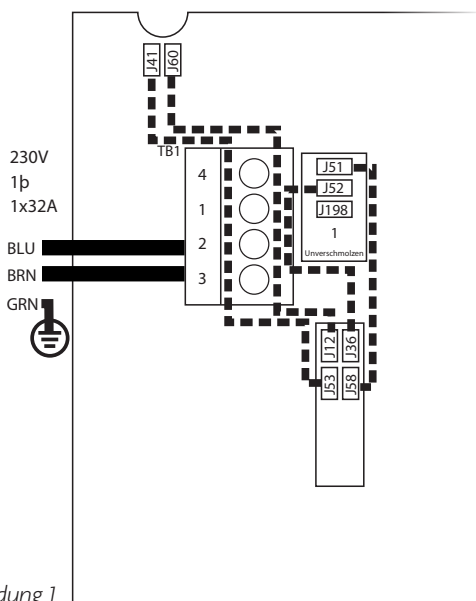

Abbildung 1
GEMÄSS HERSTELLUNG: EINPHASIG (Abbildung 1)
1. Entfernen Sie alle Jumper-Drähte, wie in den gestrichelten Linien in Abbildung 1 (vorherige Seite) angezeigt.